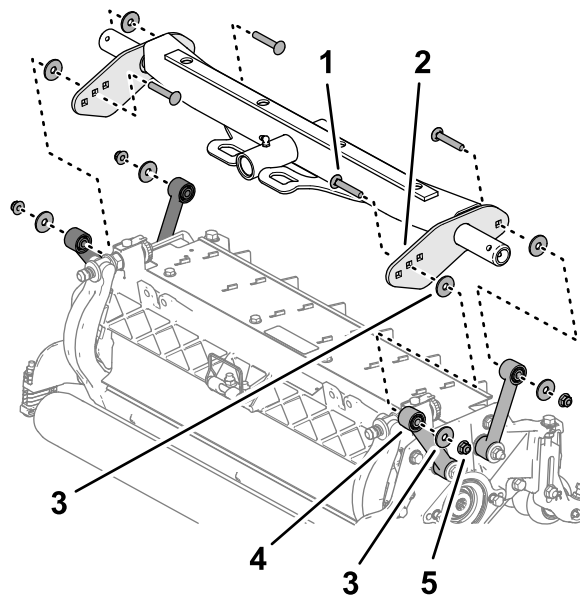

Bild 18
2. Legen Sie eine Unterlegscheibe zwischen der Trägerplatte und dem Lenker ein (**Bild 18**) und montieren Sie die Platten und das Distanzstück lose mit einer Schlossschraube $\frac{3}{8}$ " x $2\frac{1}{4}$ " , einer Unterlegscheibe und einer Sicherungsbundmutter ($\frac{3}{8}$ ").